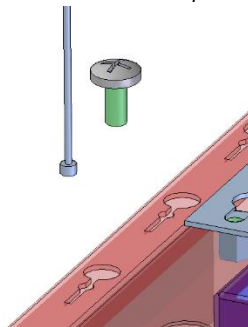

Fig.3
3. Inserire l'altra estremità del filo, con il pallino piombato, all'interno della sua sede sulla plafoniera e successivamente inserire la vite in dotazione per bloccarlo in sede (Fig.3).
3. Insert the other end of the wire, with the lead sealed, inside its seat on the ceiling light and then insert the screw supplied to lock it in place (Fig.3).
4. Insert the other end of the wire, with the lead sealed, inside its seat on the ceiling light and then insert the supplied screw to lock it in place (Figure 3).